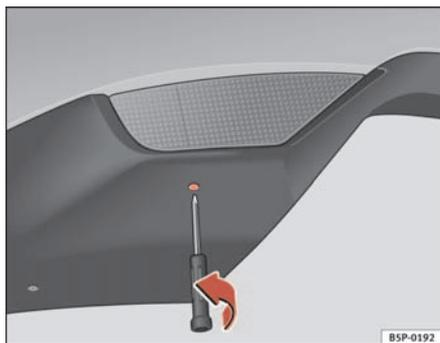

Fig. 185 Vista dal basso dell'indicatore montato nel paraurti
- Inserire il cacciavite con la punta a stella nella fessura della parte inferiore dell'indicatore e svitare la vite girando nel senso della freccia ⇒ fig. 185.